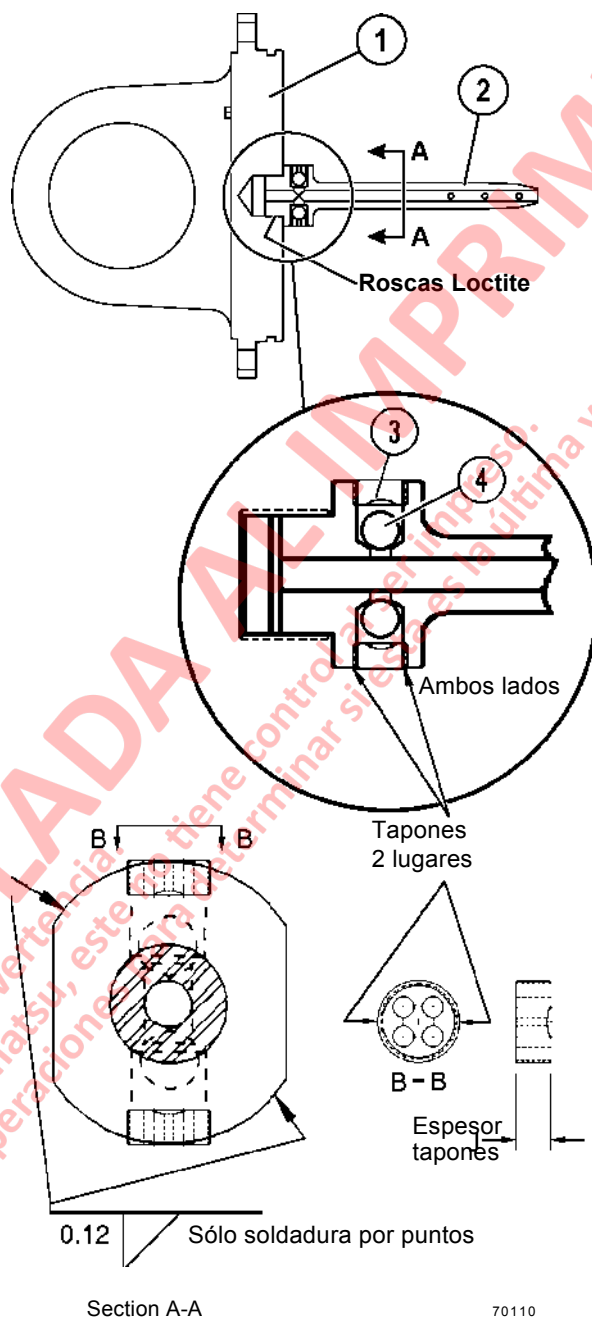

FIGURA 8-21. MONTAJE DE LA BOLA DE RETENCION Y TAPON
1. Revise los tapones (3, Figura 8-21) y las bolas de retención (4) en la manga durante cualquier reparación del cilindro para asegurarse que los tapones estén apretados y que los asientos de bola no estén dañados. Consulte Montaje de las Bolas de Retención y Tapones en la Manga en la página siguiente.
2. Asegure el conjunto de la tapa (1) en un soporte firme. Asegúrese que las roscas en la tapa y en la manga estén limpias, secas y libres de aceite y solvente.
3. Rocie las roscas de acople del conjunto de la tapa (1) y del conjunto de la manga (2) con LOCQUIC® Primer T, (número de parte Komatsu TL8753) o equivalente.
6. Suelde la manga en dos puntos como se muestra en la Figura 8-21.
Las bolas de retención (4, Figura 8-21) en el costado del conjunto de la manga (2) se mantienen en su lugar con tapones roscados (3).
- Si el área del asiento de la bola no está deforme, mida el espesor del tapón como se muestra en la Figura 8-21:
2. Rocíe las roscas de empalme de ambos tapones (3, Figura 8-21) y el conjunto de la manga (2) con LOCQUIC® Primer T (número de parte Komatsu TL8753) o equivalente. Deje secar el primer por 3 a 5 minutos.
4. Coloque las bolas de retención (4) en el tubo de la manga y monte los tapones (3) con la cara cóncava hacia la bola. Use la herramienta SS1158 para apretar los tapones a **95 N.m (70 ft. lbs.)**. Deje que las partes se curen por dos horas antes de exponer las áreas roscadas al aceite.
5. Fije las roscas del tapón en dos puntos (entre los orificios, como se muestra en la Figura 8-21) para evitar que el tapón se suelte.